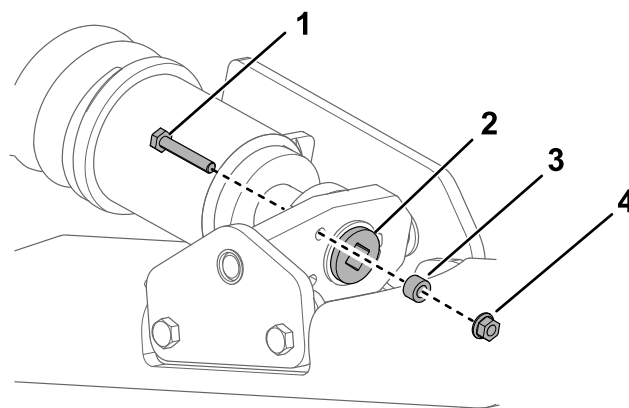
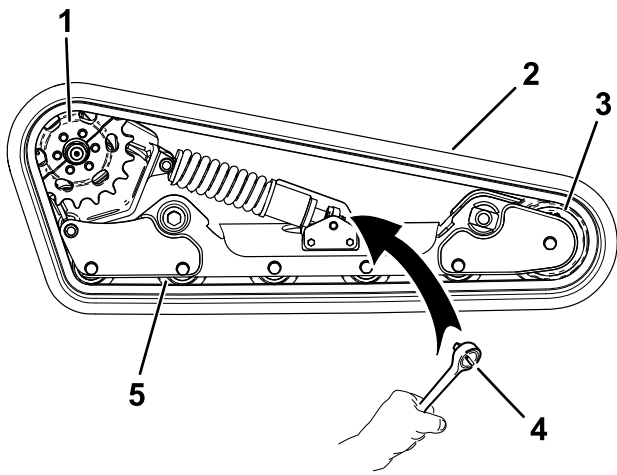

Figura 57
Figura 61
4. Retire el perno de bloqueo, el espaciador y la tuerca (Figura 57).
6. Alinee la muesca más próxima del tornillo tensor con el taladro del perno de bloqueo, y fije el tornillo con el perno de bloqueo y la tuerca (Figura 57).
7. Retire el perno de bloqueo, el espaciador y la tuerca (Figura 57).
8. Usando una llave de carraca de 1/2", alivie la tensión en la oruga girando el tornillo tensor en sentido horario (Figura 57 y Figura 61).
9. Retire los 3 pernos que fijan la mitad de piñón que no está acoplada con la oruga (Figura 61).
14. Coloque la nueva oruga alrededor de la rueda delantera y, a continuación, coloque la oruga alrededor del cubo de la transmisión en el lateral sin el piñón (Figura 61).
15. Presione la oruga debajo y entre las ruedas de rodaje y colóquela alrededor del bastidor (Figura 61).